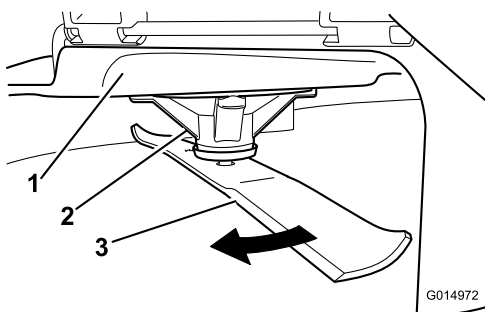

Рисунок 61
2. Используя толстые перчатки или другие подходящие средства защиты рук, медленно поверните нож в положение, позволяющее измерить расстояние от режущей кромки до уровня горизонтальной поверхности, на которой стоит машина (Рисунок 61).